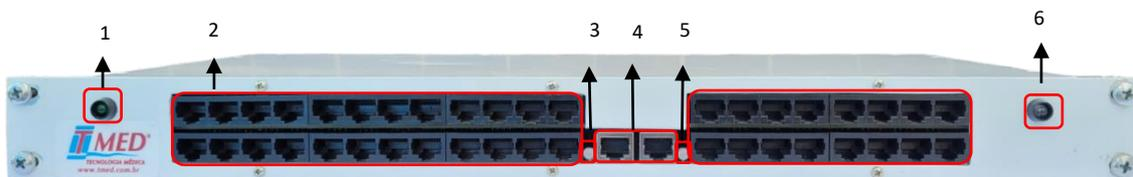

Figura 19 – Vista frontal do gabinete do HUB RS-485
- c. Deve ser escolhida uma das portas na parte frontal do gabinete do **HUB RS-485** para conectar o cabo **UTP** que vem do **MGL**. O **HUB RS-485** só funciona com uma das portas por vez, a outra porta é uma redundância no caso de defeito de funcionamento na primeira. A essa porta é dado o nome de *Porta MGL*, indicada na *Figura 19*;
- d. Nas outras portas devem ser conectados os cabos **UTP's** que vêm dos **MML's**. A essa porta é dado o nome de *Porta MML*, indicada na *Figura 19*.